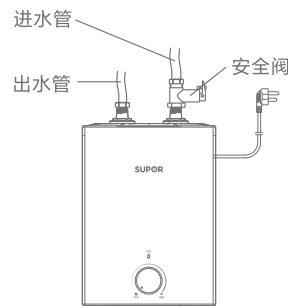
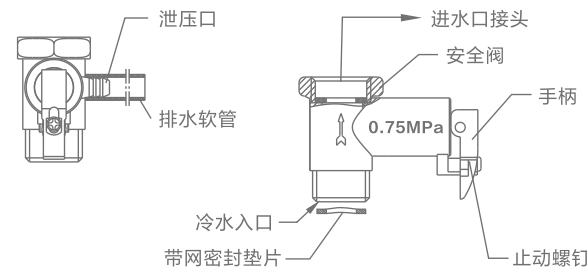

图6
图7
- (1) 附件中的安全阀(出厂原装标识0.75MPa)应安装在进水口接头上(如图6)，请确保密封性，其箭头指向与电热水器进水流动方向一致(如图7)，安全阀进水口处需安装带网密封垫片同时安装安全阀泄压口排水软管，应保持连续向下倾斜状态，并安装在无霜的环境中，再将其延伸到地漏处，保持与大气相通，妥善固定防止排出热水或蒸汽烫伤。安全阀可防止内胆压力超过额定压力0.1MPa,若内胆压力过高，则安全阀自动开启，从其泄压口向外排水以释放压力。
- (2) 连接电热水器的水管必须能耐压0.8MPa和耐温100℃以上，接头处缠绕密封胶带以保证密封。
- (3) 用水处应可通畅排水。
- (4) 正常使用情况下，应定期打开安全阀(如图7)手柄，以去掉碳酸钙沉积，方法是：将排泄手柄向上扳至水平位置(如手柄带有螺钉，即先使用螺丝刀拆下螺钉再进行此动作)，确认安全阀有没有堵塞(有无泄水)，如堵塞请与维修部联系。